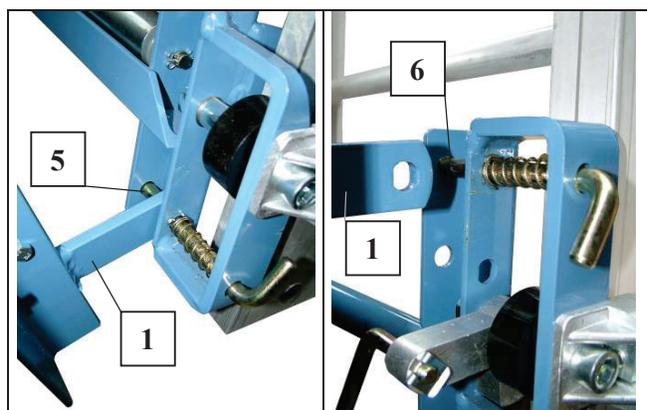

Рис. 42 Монтаж универсальной платформы
- Подвесить комбинируемую платформу (как и универсальную платформу) к пружинным затворам на салазках и установить в оба верхних пружинных затвора (см. Рис. 42).